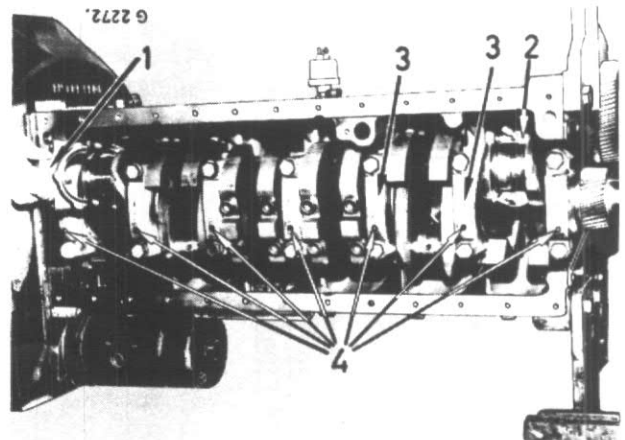

Figure 90
1. Les chapeaux de paliers principaux (3) fig. 90 sont numérotés successivement de manière à pouvoir être remis en place dans leurs positions d'origine.
Pour enlever le vilebrequin, il faut enlever les pistons de leurs chemises un par un en les tirant du côté de la culasse. Dès que vous avez retiré une paire de chapeaux de paliers de bielles, fig. 90, tournez le vilebrequin jusqu'à ce que les pistons correspondants puissent être extraits de leurs chemises.